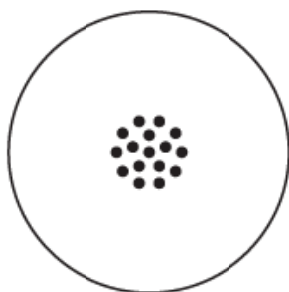
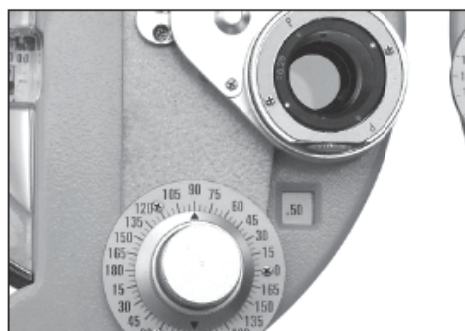
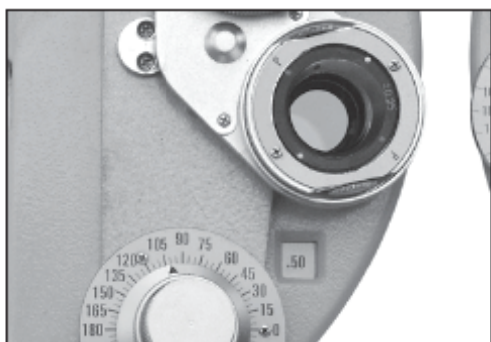
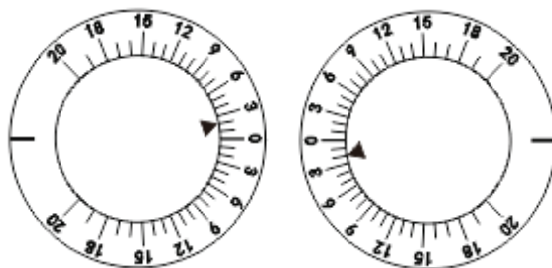

Fig.34
Fig.35
Fig.38
Fig.41
(2) Proiectați diagrama cu puncte cu cilindrul transversal așa cum se arată în Fig.34. Rotiți butonul de rotație ⑲ cu degetul pentru a roti lentila cilindrica transversala ㉑. Apoi cereți Testee să compare cele două imagini pe care le vede înainte și după întoarcerea lentilei cilindrice în cruce. Oprește-te în partea mai bună. De exemplu, dacă ceea ce vede Testetul este cel mai clar, așa cum se arată în Fig.35 a lentilei cilindrice transversale, rotiți butonul pentru axa lentilei cilindrice ㉒ pentru a muta axa lentilei cilindrice transversale cu 5° în direcția punctului roșu, astfel încât poziția scala axei lentilei cilindrice ㉓ este poziționat la 95°.
(6) Folosiți diagrama cu puncte cu cilindru în cruce prezentată în Fig.34 cu aceeași procedură ca cea descrisă în (2). Acum cereți Testee să compare diagramele pe care le vede. Rezultatul este prezentat ca Fig.38. Dacă Testee vede cea mai clară diagramă atunci când punctul roșu se potrivește cu litera P (așa cum se arată în Fig.38), înseamnă că dioptria Testee-ului a crescut cu 0,25D (acum puterea dioptriei Testee este de 0,75D).
(1) Metoda cu prisme rotative
A. Testele se efectuează pentru ochiul stâng și drept, în mod independent, în care se va folosi prisma binoculară pentru ambii ochi. În general, aceste teste sunt denumite testul echilibrului binocular. Setări ambii ochi la O. Folosiți diagrama prezentată în Fig.34 și setați prismele ca 2ΔU (ochiul drept) și 2ΔD (ochiul stâng) (vezi Fig.41)